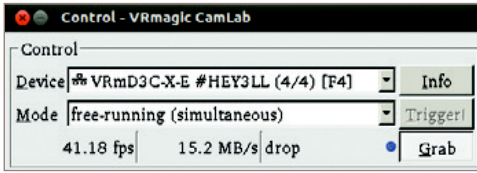

図15: CamLabで選択されたカメラ
1. カメラのIPアドレスを見るにはCamLabの**info**ボタンをクリックします (→50ページの図15)。